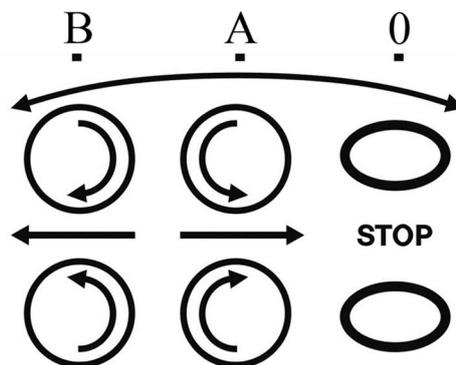

Figure 11
La barre de commande doit être en position arrêt (0) lors du démarrage (voir Figure 11)